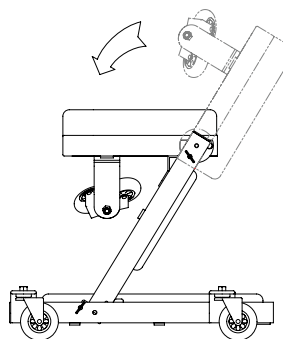

Figura 8: configuración del asiento alto
2. Desenganche el pasador de seguridad para el marco central y gire un poco más hacia adelante. Asegure el pasador de seguridad. Desenganche el pasador de seguridad para la sección del marco del cabezal y gire hacia atrás como se muestra en la Figura 8. Ajuste los soportes bisagra de ruedecilla según sea necesario. Esta es la configuración del asiento alto.